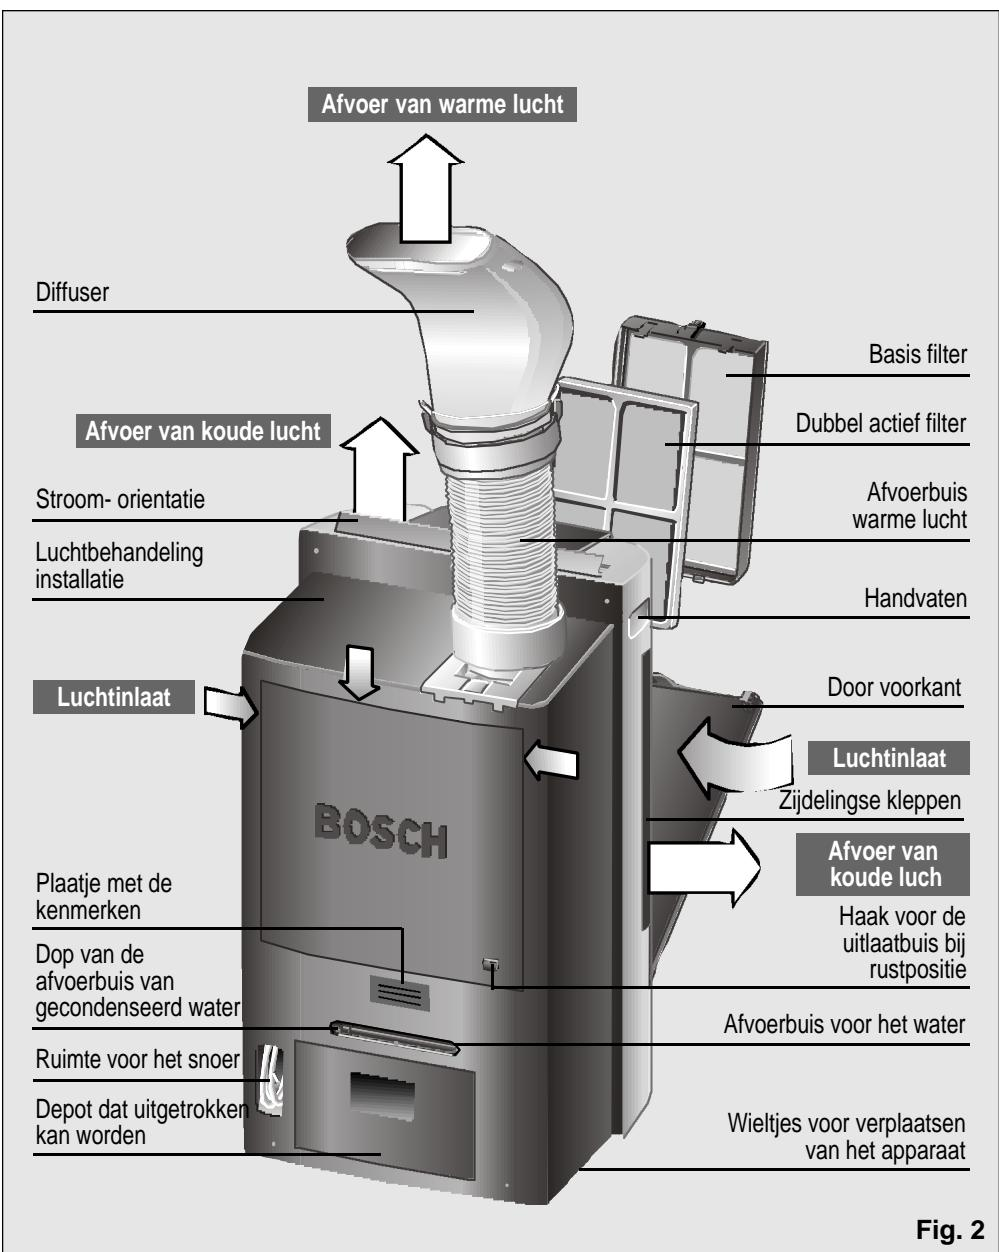

Fig. 2
Para tal, quando comunique a avaria, indique o modelo (**E-NR**) e o nº de fabrico (**FD**) do seu aparelho, que poderá consultar na placa de características, **Fig. 2**.
- Het snoer dat op het net aangesloten wordt beschikt over een opbergplaats aan de achterkant van het apparaat. Zie Fig. 2.